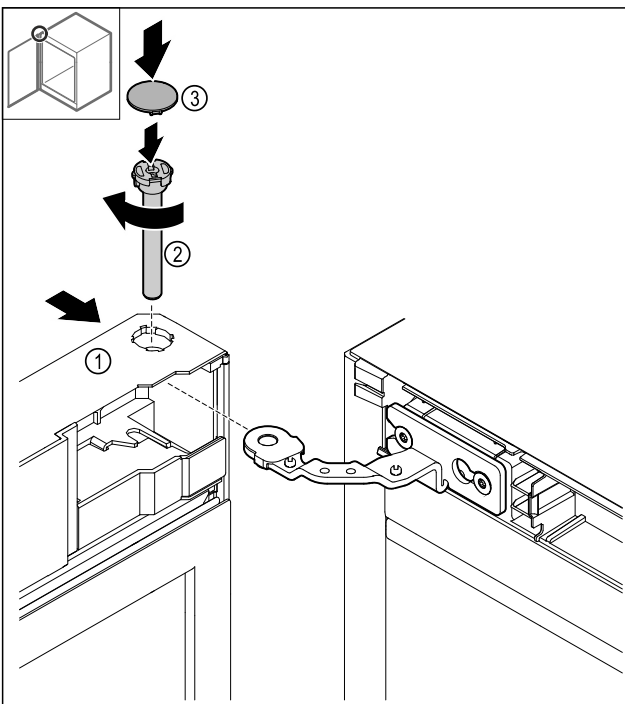

Fig. 48
- ▶ Nasuňte dvere Fig. 48 (1) hore na záves.
- ▶ Zastrčte čap Fig. 48 (2) a utiahnite ho v smere hodinových ručičiek.
- ▶ Nasadte kryt Fig. 48 (4).